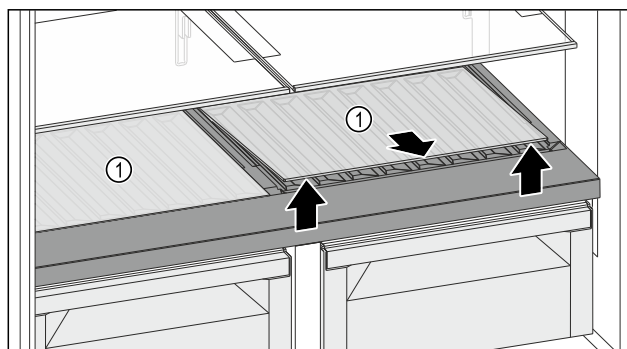

Fig. 148
- Podignite jednu staklenu ploču ili obje staklene ploče Fig. 148 (1) na otvoru sprijeda i izvadite ju/ih.
- Čuvajte staklenu(e) ploču(e) Fig. 148 (1) na sigurnom izvan uređaja.